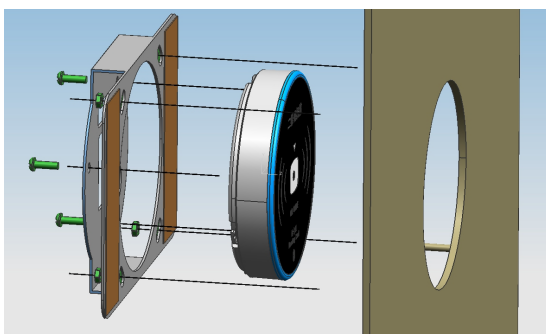

图 2
2、将设备射频线由前向后穿过支架，调整设备与安装支架的位置，使用安装支架配带的 3 颗 M3×6 的螺丝将安装支架与设备组件固定，撕下背胶另一侧不沾纸，将支架粘在操作盘面板上，为增加牢固性，可使用助粘剂先擦拭操作面板粘贴处再将背胶粘于面板上如图 2, 3 所示；